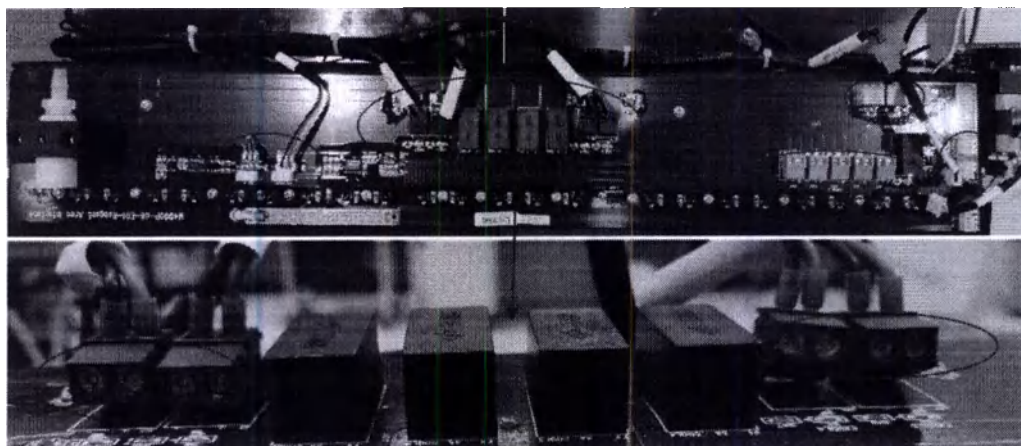

Рисунок 159.
(1) Отключите кабели, отвинтите четыре винта, чтобы освободить кабели (Рисунок 159) и винты, которые фиксируют интерфейс, и выньте интерфейс, чтобы заменить его.